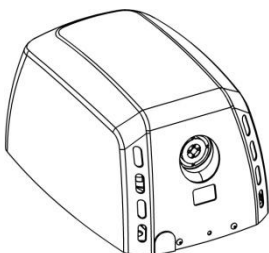

Abbildung 1
- Der Handtrockner wird mit dem unverschraubten Gehäuse auf der Gerätegrundlage geliefert (Abb. 1).